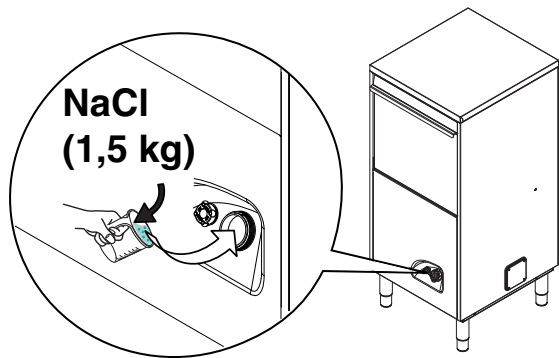

Fig. 24
- Verser 1,5 kg environ de sel gros de cuisine [NaCl] dans la réserve "A" (quantité nécessaire pour remplir la réserve à sel jusqu'à la limite supérieure) à l'aide de l'entonnoir fourni (Fig. 24).